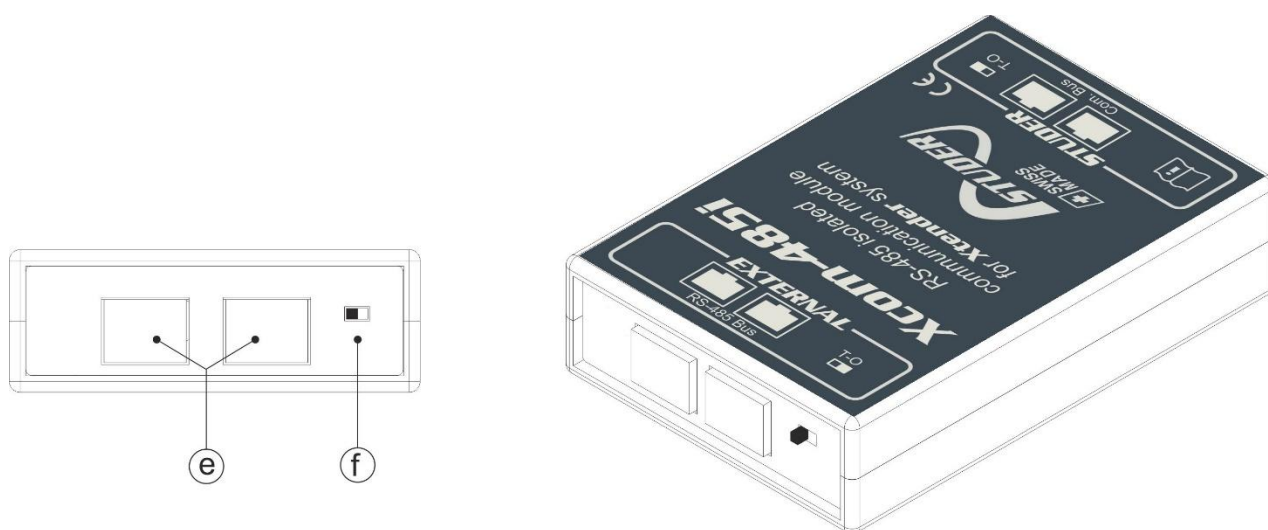

Figure 4 : vue arrière et isométrique du Xcom-485i
(f)	<p>Commutateur pour terminaison RS-485</p> <p>Ce commutateur (dés)active la terminaison du bus de communication. La terminaison est activée par défaut. La terminaison est activée (T) au sein de la Figure 4. Mettre le commutateur à la bonne position : s'il n'y a qu'un câble raccordé au port e, le commutateur est mis en position T (terminé). S'il y a deux câbles raccordés au port e (Xcom-485i raccordé à deux autres appareils), mettre le commutateur à la position O (ouvert).</p>